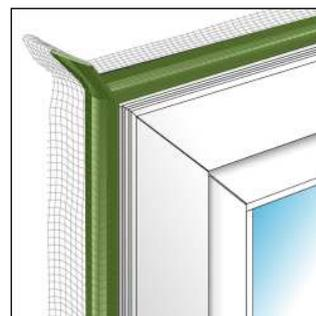

Fig. 2: faire un pli d'environ 2 cm dans chaque angle
- Faire des plis de 2 à 5 mm dans chaque coin (fig. 2).